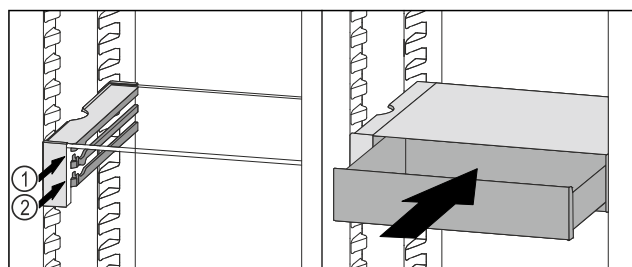

Fig. 114
- ▶ VarioSafe-Schubfach hinter den Stoppern auf gewünschter Rippe Fig. 114 (1) oder Fig. 114 (2) aufsetzen.